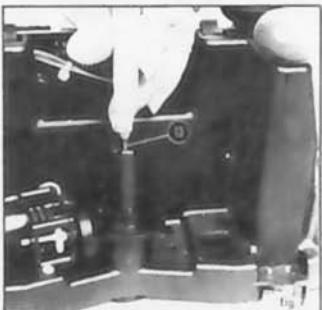
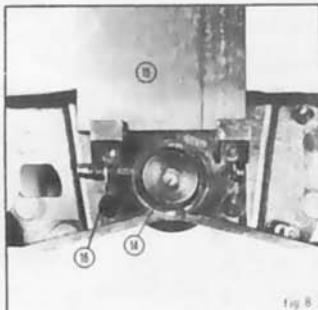

fig 7
fig 8
- Pour positionner correctement le feutre dans le porte-crayon, introduisez-le par le haut en appuyant fortement (fig.7 - rep.13) puis retournez le mobile et assurez-vous que la pointe du feutre est bien bloquée dans le trou de centrage (Fig.8 - rep.14)
- Faites glisser la plaque située sous le mobile hors de ses tenons (fig.8 - rep.15)